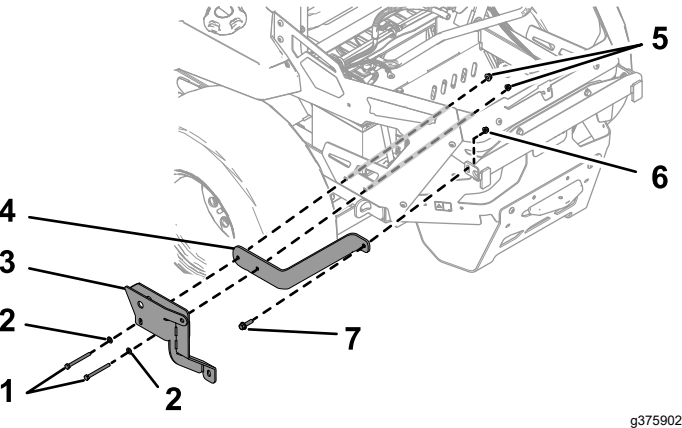

Figura 13
- Sujete el soporte de giro y la escuadra superior izquierda al protector trasero izquierdo y al soporte del ensacador con 2 pernos de cabeza hexagonal (5/16" x 3¼"), 2 arandelas, 2 contratuercas (5/16"), 1 perno de cabeza hexagonal (3/8" x 1¼") y 1 contratuerca (3/8"), como se muestra en la Figura 13.
- Sujete la escuadra superior derecha al protector trasero derecho y al soporte del ensacador con 2 pernos de cabeza hexagonal (5/16" x 3¼"), 2 arandelas, 2 contratuercas (5/16"), 1 perno de cabeza hexagonal (3/8" x 1¼") y 1 contratuerca (3/8"), como se muestra en la Figura 13.